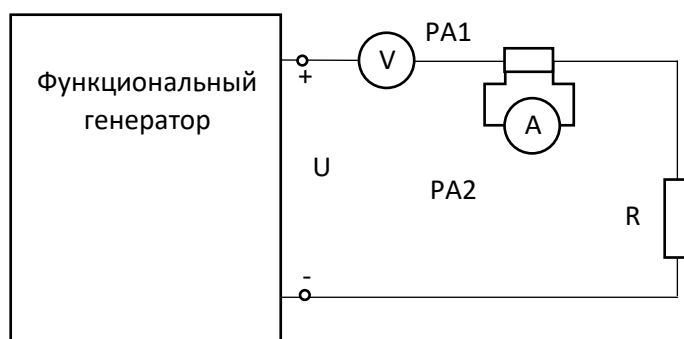

Рисунок 2
минимодуля «Резистор» с сопротивлением R_{22} к функциональному генератору переменного тока для измерения тока через шунт (рис.2).
7. Для проверки результатов расчета величины шунта $R_{ш}$ собрать на наборном поле электрическую цепь (рис. 2). В качестве образцового амперметра PA1 использовать цифровой мультиметр МУ68 в режиме измерения постоянного тока. В качестве нагрузочного сопротивления R использовать минимодуль «Резистор» с сопротивлением $R=22\text{ Ом}$. Установить режим постоянного выходного напряжения функционального генератора. Ручку регулятора установить в крайнее левое положение.
8. После проверки схемы преподавателем включить электропитание стенда. Плавно изменяя выходное напряжение генератора измерять величину тока на оцифрованных делениях шкалы аналогового прибора. Результаты измерений тока аналоговым (I) и цифровым (I_d) приборами занести в табл. 4. Выключить электропитание.